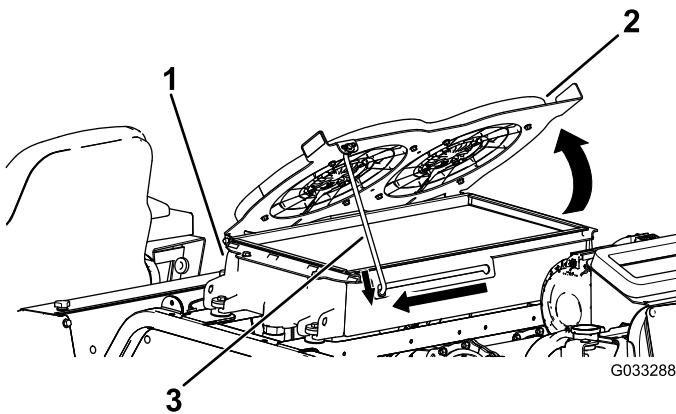

Figura 116
- Rode as ventoinhas do refrigerador hidráulico para cima e fixe a barra de apoio no entalhe (Figura 116).